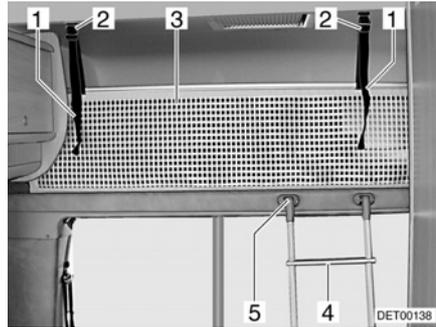

Fig. 50 Cama de alcoba
Para subir a la cama de alcoba, utilizar la escalera de ascenso (Fig. 50,4) equipada de serie.
- Enganchar la escalera con los largueros en el soporte (Fig. 50,5) del panel de la alcoba.
La red de seguridad (Fig. 50,3) viene de serie entre el colchón y el somier. Tender la red de seguridad cuando las personas ya se encuentren en la alcoba.
- Engatillar las cintas de sujeción (Fig. 50,1) en los soportes en el techo (Fig. 50,2).